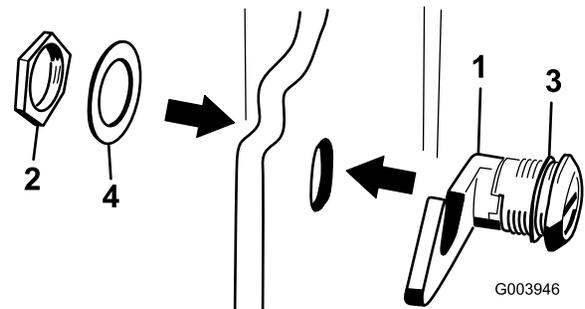

Figura 16
3. Retire a porca do trinco do capot (Figura 16).